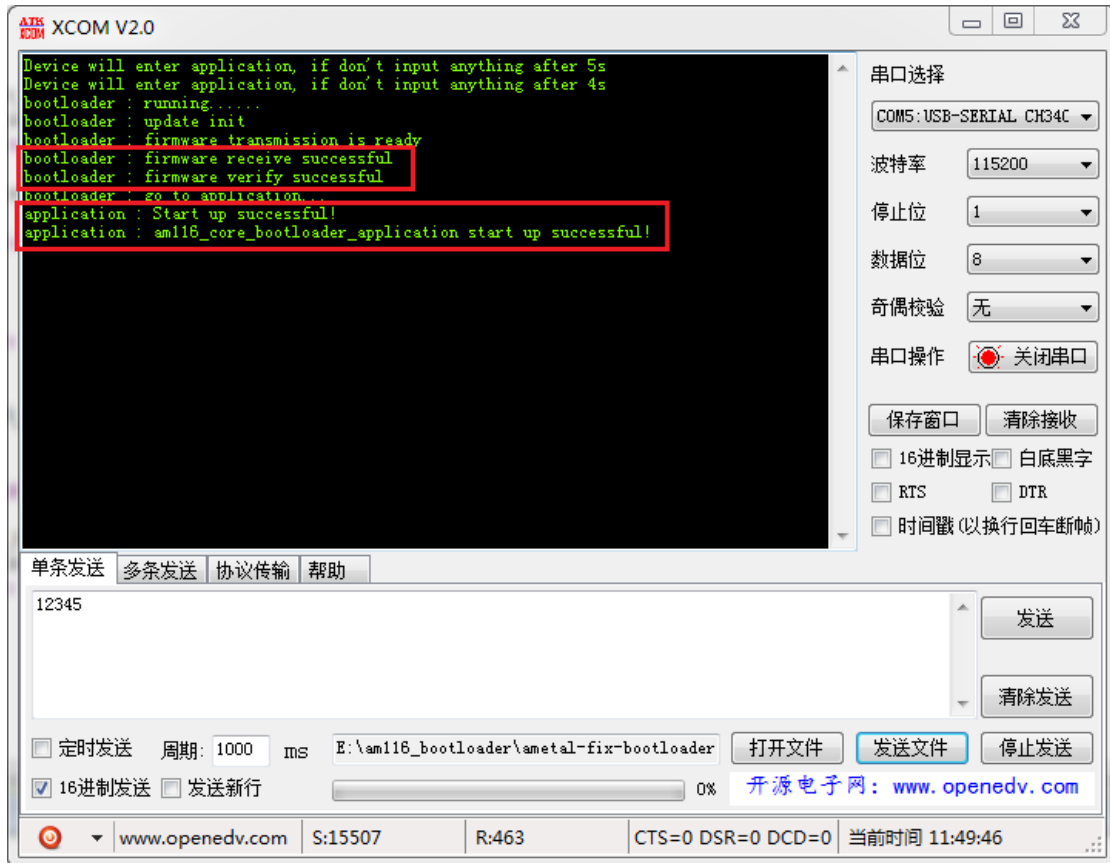

图 19: 固件传输完成
5、传输完成。当串口助手接收到“bootloader : firmware receive successful”时表明 bootloader 已经接收成功。bootloader 在经过校验之后会跳转到应用代码开始执行，串口助手打印信息，如图 19 所示，其中“bootloader : ...”表明是 bootloader 打印，“application : ...”表明是应用程序打印。同时观察开发板可以看到 LED0 开始以 1s 的间隔闪烁。